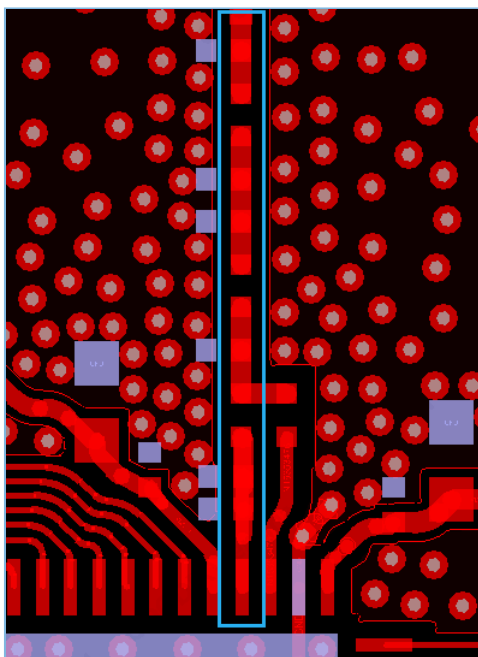

图 3-18 射频端口PCB布局
- RF匹配器件的布局应优先保证与RF_TX引脚在一条直线上，并严格遵从匹配器件顺序依次布局，如图3-18所示（蓝色框标注部分）。
- 如图 3-18 所示，在 RF 端口区域，VBAT_RF/VDD_RF 以及 RF_TRX 网络走线的下方不能有任何走线，需保持完整的参考地平面，有助于减小辐射。